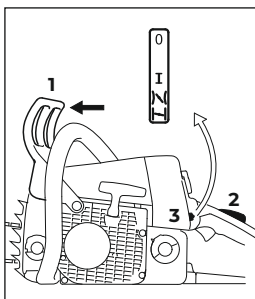

Рис. 59
- Защиту руки (рис. 59, поз. 1) отжать вперёд – пильная цепь заблокирована
- Стопор рычага газа (рис. 59, поз. 2) и рычаг газа нажать одновременно и оба рычага удерживать нажатыми – отрегулировать комбинированный рычаг